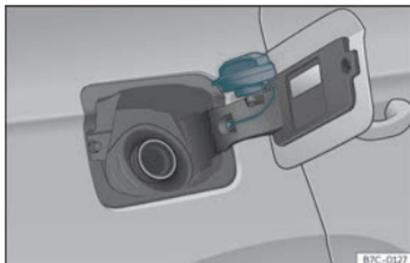

Fig. 197 Trappe à carburant avec bouchon ouvert.
- Placez le bouchon dans le logement se trouvant sur la charnière de la trappe à carburant ouverte»» fig. 197.